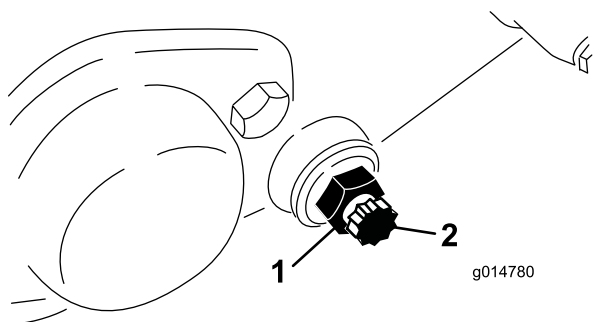

図 62
3. ベッドバーボルト 図 62 を固定しているジャムナット機体両側をゆるめる。
4. 各ベッドバーボルトを抜いてベッドバーを下に引き抜いて外す。ベッドバーの両端にナイロンワッシャとスチールワッシャが枚ずつあるので注意する 図 62。